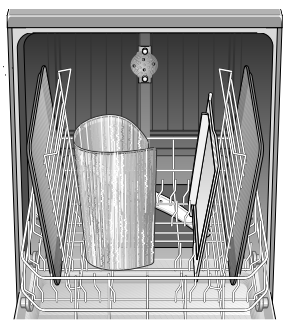

Figure 17/Illus. 17
2. Place your extra tall item(s) in the lower rack as in Figure 17.
2. Placer le(s) article(s) très grand(s) dans le panier inférieur comme à la figure 17.
2. Cargue las piezas extra grandes en el estante inferior como muestra la Ilustración 17.